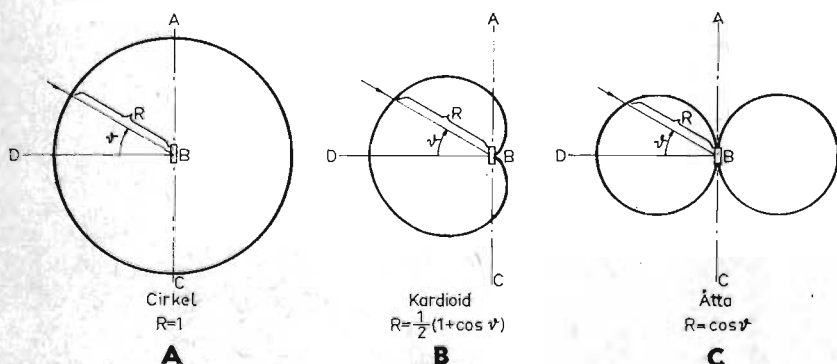

Fig 1
En väsentlig egenskap hos varje mikrofon är dess riktverkan, dvs. dess förmåga att med varierande känslighet återge ljud infallande mot mikrofonen från olika riktningar. Fig. 1 visar tre grundtyper av riktningsdiagram, nämligen den rent tryckkännande mikrofonens cirkelformade rikt-karakteristik och de direktiva mikrofonernas kardioid- och åtta-formade riktningsdiagram.
Om en mikrofons riktningsdiagram kan varieras mellan de i fig. 1 angivna grundtyperna ökas tydligen dess användbarhet. En sådan mikrofon har konstruerats och tillverkas av *Georg Neuman & Co*, Berlin. Den finnes också beskriven i facklitteraturen.2 Mikrofonen består av två signalmässigt parallellkopplade kondensatormikrofonkapslar åtskilda av ett akustiskt fasvidande nät. I denna artikel skall beskrivas en nykonstruerad svenskbyggd mikrofon med samma principiella uppbyggnad men med en ny typ av fasvidande nät, vilket givit mikrofonen förbättrade egenskaper i vad avser känslighetens frekvensberoende och direktiviteten vid låga frekvenser.
Här är  $k = \omega/c = \text{vågtalet}$ ,  $c$  ( $= 340$  m/s) är ljudhastigheten i luft,  $d$  är akustiska avståndet mellan främre och bakre membran och  $\vartheta$  är den vinkel som infallande ljudvågen bildar med normalen till membranen (B—D i fig. 1). Ekv. (4) utsäger